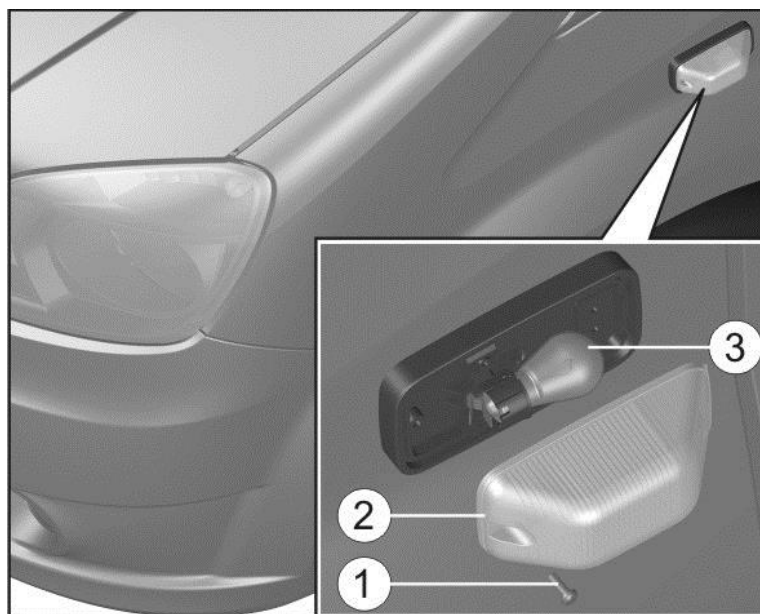

Рис. 7.14. Указатель поворота боковой: 1 – винт; 2 – рассеиватель; 3 - лампа
- отвернуть винт 1 (рис. 7.14) крепления рассеивателя и снять рассеиватель 2;